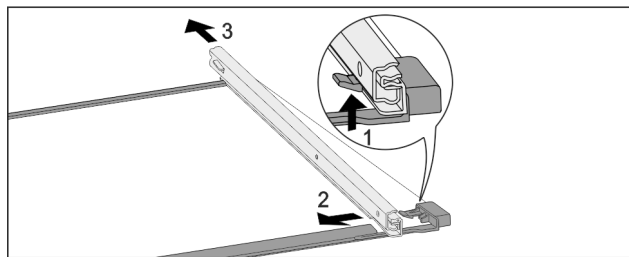

Fig. 172 Стеклянная пластина с направляющими
- ▶ Отожмите передний стопорный крючок вверх. Fig. 172 (1)
- ▶ Сдвиньте выдвижную направляющую в сторону Fig. 172 (2) и назад Fig. 172 (3).